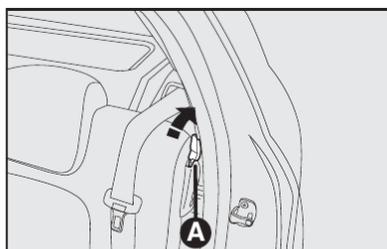

fig. 98
4) Desencaixar o encosto, movendo as alavancas laterais A-fig. 98 no sentido da seta.
Para isso, destravar a alavanca da direita ou da esquerda A-fig. 98 e rebater para a frente o encosto até obter uma única superfície de carga.